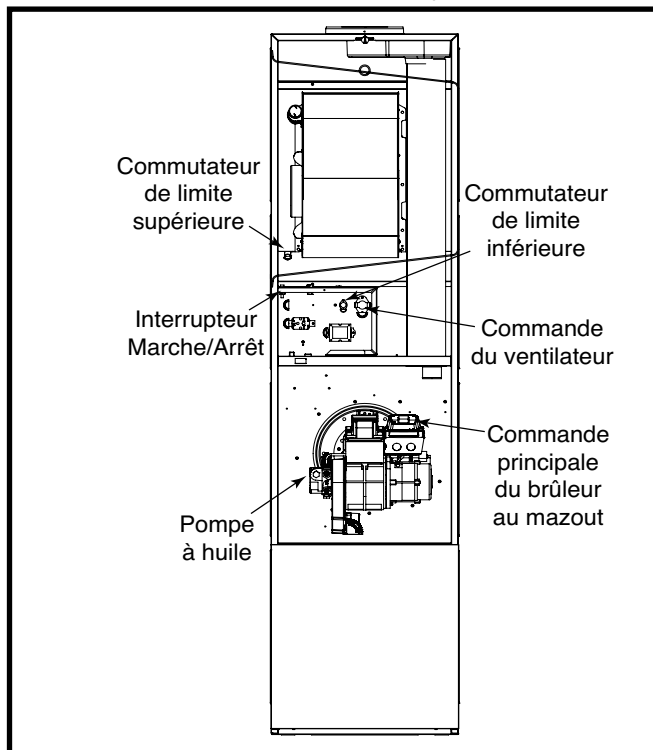

Figure 29. Commandes de fournaise – Fournaise au mazout
- Assurez-vous que le commutateur de la porte de la fournaise est en position **ON** (marche). Voyez la Figure 29 \(page 19\).
Interrupteur Marche/Arrêt : Cet interrupteur démarre et arrête l'alimentation électrique de la fournaise. L'interrupteur doit être en position ON (marche) pour que la fournaise fonctionne. Si le fonctionnement du souffleur n'est pas désiré, l'interrupteur Marche/Arrêt de la fournaise peut être mis en position Off (arrêt) pour couper l'alimentation électrique de la fournaise. Voyez la Figure 29.
Limiteur (interrupteur de sûreté) : La fournaise est protégée par deux interrupteurs de surchauffe. L'interrupteur de sûreté auxiliaire (supérieur) et l'interrupteur de surchauffe (inférieur) se réinitialisent automatiquement. Lorsque l'un ou l'autre des interrupteurs de sûreté se déclenche, le brûleur s'éteint. Lorsque l'un ou l'autre des interrupteurs de sûreté se déclenche de nouveau peu après la réinitialisation, réglez l'interrupteur Marche/Arrêt de la fournaise sur la position Off (arrêt) et contactez un technicien autorisé. Voyez la Figure 29.
Commande principale du brûleur au mazout : La commande principale des fournaies à pistolet au mazout démarre le brûleur, surveille le cycle de marche sécuritaire et coupe le brûleur à la fin du cycle de chauffage. La commande utilise un transducteur photosensible qui détermine si le carburant s'est enflammé. Lorsque l'allumage ne se fait pas avant la fin de la période d'allumage sécuritaire, la commande coupe le brûleur et passe en mode « verrouillage ». Voyez la Figure 29.